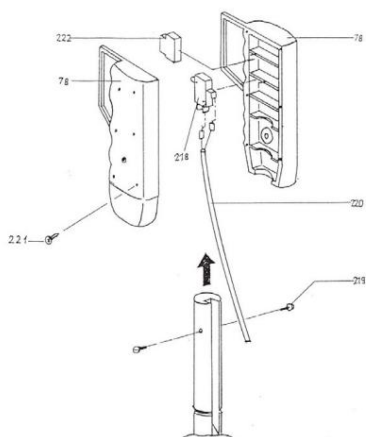

Fig. 11: Montaje del mango de control
Paso 2: Para ensamblar la manija de control, use el cable eléctrico. Conecte las abrazaderas del cable [220] al microinterruptor [218] e insértelo en la mitad izquierda del mango [Fig. 11].
y redondear los bordes afilados [Fig. 11].